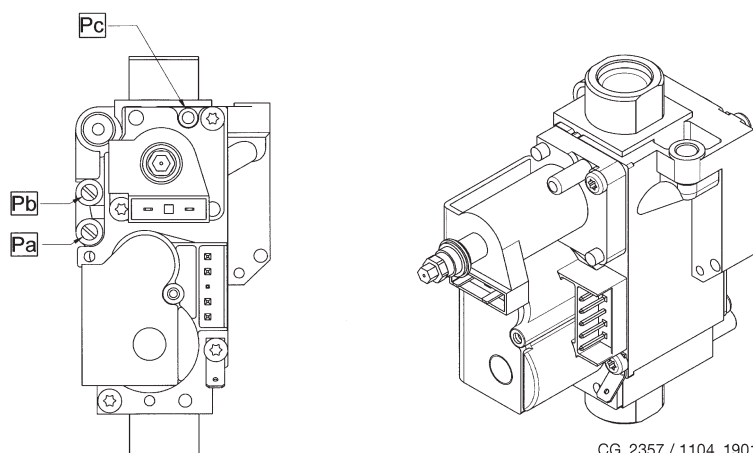

Figura 10
- collegare la presa di pressione positiva di un manometro differenziale, possibilmente ad acqua, alla presa di pressione (**Pb**) della valvola del gas (Figura 10). Collegare, solo per i modelli a camera stagna, la presa negativa dello stesso manometro ad un apposito "**T**" che permetta di collegare insieme la presa di compensazione della caldaia, la presa di compensazione della valvola del gas (**Pc**) ed il manometro stesso. (Una pari misura può essere effettuata collegando il manometro alla presa di pressione (**Pb**) e senza il pannello frontale della camera stagna); Una misura della pressione ai bruciatori effettuata con metodi diversi da quelli descritti potrebbe risultare falsata in quanto non terrebbe conto della depressione creata dal ventilatore nella camera stagna.
- verificare che la pressione dinamica di alimentazione della caldaia, misurata alla presa di pressione (**Pa**) della valvola del gas (Figura 10) sia quella corretta (37 mbar per il gas propano o 20 mbar per il gas naturale).
e) Regolare la vite “Pmax/Pmin” (figura 10) fino ad ottenere il valore di pressione riportato nella Tabella 1.